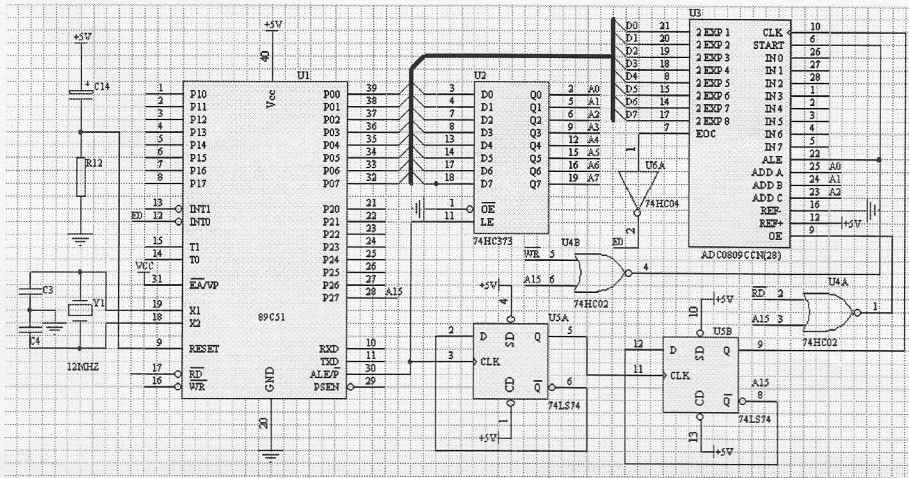

图 1 ADC0809 与 89C51 接口电路
14、试分析图 1 所示 8 位 A / D（模/数）转换器 ADC0809（U3）与 89C51（U1）的接口电路，回答下列问题：